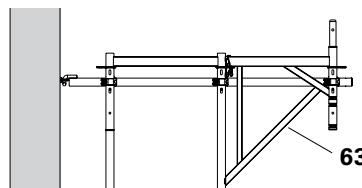

Abb. D1.12a
- jeden zweiten Rahmenzug mit einem Gerüsthalter UWT (46) am Innen- und Außenstiel der Vertikalrahmen sowie am Randstiel der Konsole verankern. (Abb. D1.12a + D1.12b)